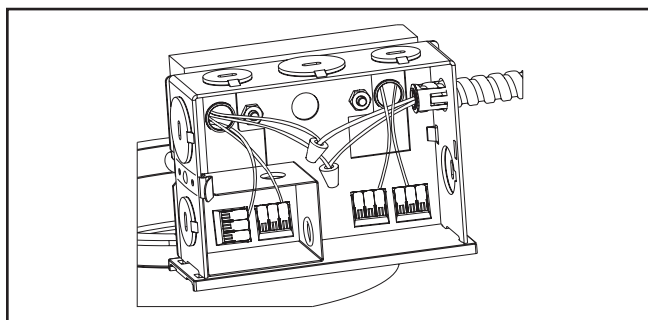

Figura 42.
2. Retire la cubierta de la caja de empalmes (Figura 42).